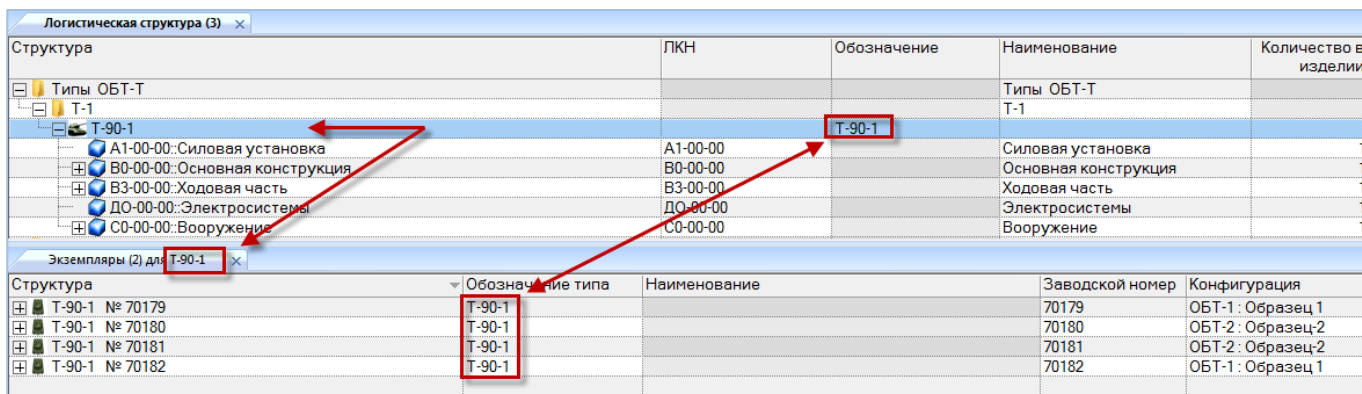

Рис. 20-34 – Окно связанных объектов «Экземпляры» для ФИ
3) Открывается окно связанных объектов «Экземпляры», в заголовке которого выводится «Обозначение» компонента (1 на рис. 20-34 и рис. 20-35). В таблице перечислены те экземпляры, которые связаны с этим изделием (2 на рис. 20-34 и рис. 20-35).